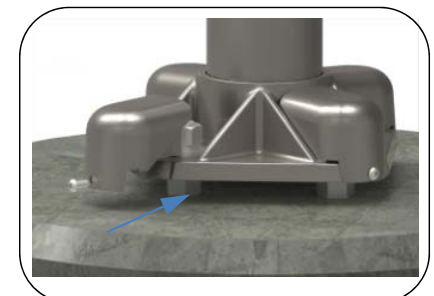

Fig. 5: Instalación de tapa tuercas
7. Coloque el tapa tuercas como se indica en la Fig. 5.